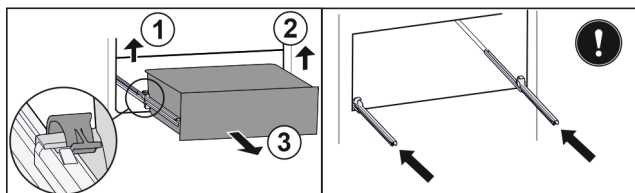

Fig. 215
- Sollevare il morsetto sinistro e allo stesso tempo tirare in avanti il cassetto sinistro. Fig. 215 (1)
- Sollevare il morsetto destro e allo stesso tempo tirare in avanti il cassetto destro. Fig. 215 (2)
- Rimuovere il cassetto tirandolo in avanti. Fig. 215 (3)